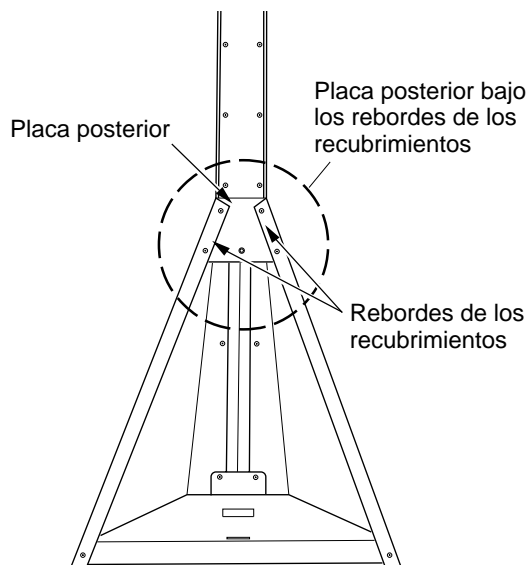

Figura 5: Ubicación de la placa posterior
5. Inserte la placa posterior a través del ensamblaje de la base y los recubrimientos y únala a los recubrimientos izquierdo y derecho con los 4 tornillos que se proporcionan (consulte la figura 5). La placa posterior estará debajo de los rebordes de los recubrimientos, como se muestra en la figura 5.